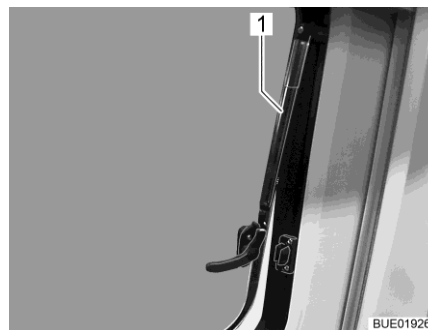

Fig. 22 Fenêtre projetante avec bras automatiques, ouverte
- Ouvrir la fenêtre projetante jusqu'à la position d'ouverture désirée. Faire s'enclencher la fenêtre projetante avec bras automatique (Fig. 22,1).